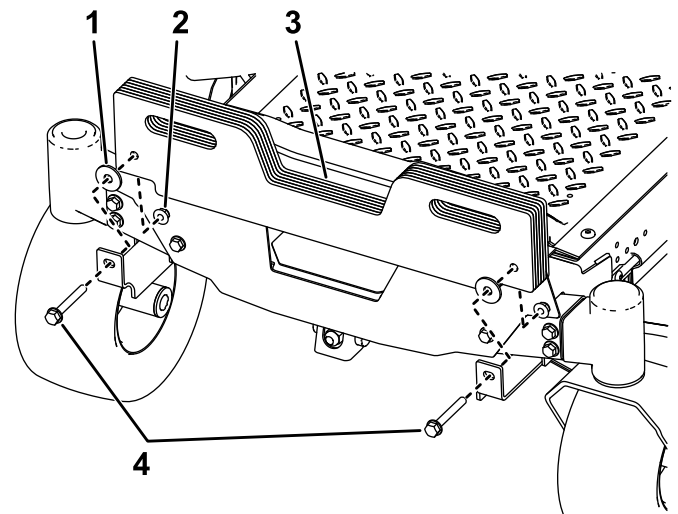

Bild 16
5. **Bei Maschinen, bei denen nur ein Grasfangkorb angebaut ist:** Installieren Sie die mitgelieferten zusätzlichen Kofferballaste mit zwei Schrauben (3/8" x 3 3/4") an der Maschine, je nach Bedarf gemäß der folgenden Tabelle (Bild 16).